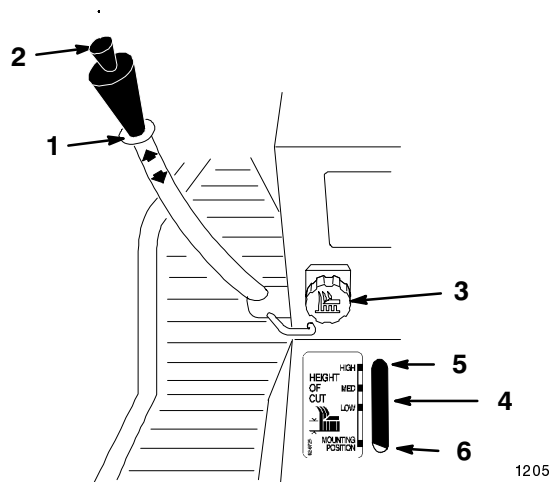

Figure 20
Ce levier (sur certains modèles) (Fig. 20) permet de relever et d'abaisser les accessoires.
Ce sélecteur (Fig. 20) permet de limiter la course descendante de l'accessoire, la hauteur de coupe du plateau. Tournez le bouton pour changer la position de la butée, vers le haut ou le bas.
1. Levez le levier de commande d'accessoire (voir Relevage des accessoires). Quand l'accessoire est relevé, il est possible de tourner le bouton sélecteur de hauteur (Fig. 20) pour changer l'emplacement de la butée. Tournez le bouton vers la droite pour augmenter la hauteur de l'accessoire et vers la gauche pour la diminuer.
2. L'indicateur de hauteur de l'accessoire (Fig. 20) montre les différents réglages de hauteur de l'accessoire, du plus haut au plus bas, à mesure qu'ils sont effectués.